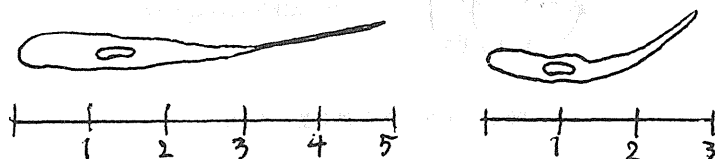
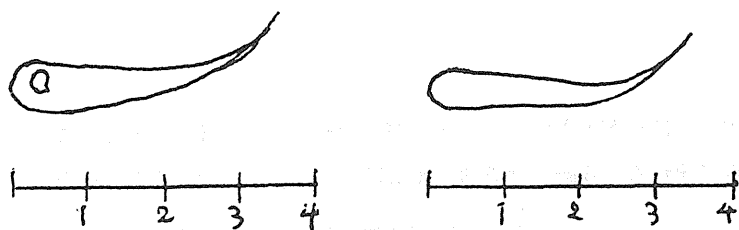

図2 硬質 6 mmから製作 (単位: cm)
図5 硬質8mmから製作(単位:cm)
②図2から図5に作成した涙の一部を示した。
③硬質のガラス棒は加熱が大変だが、大きいのができる。なお、硬質のガラス棒では10mmの太さがあると、普通のバーナーでは加熱しきれない。8mmが限界。